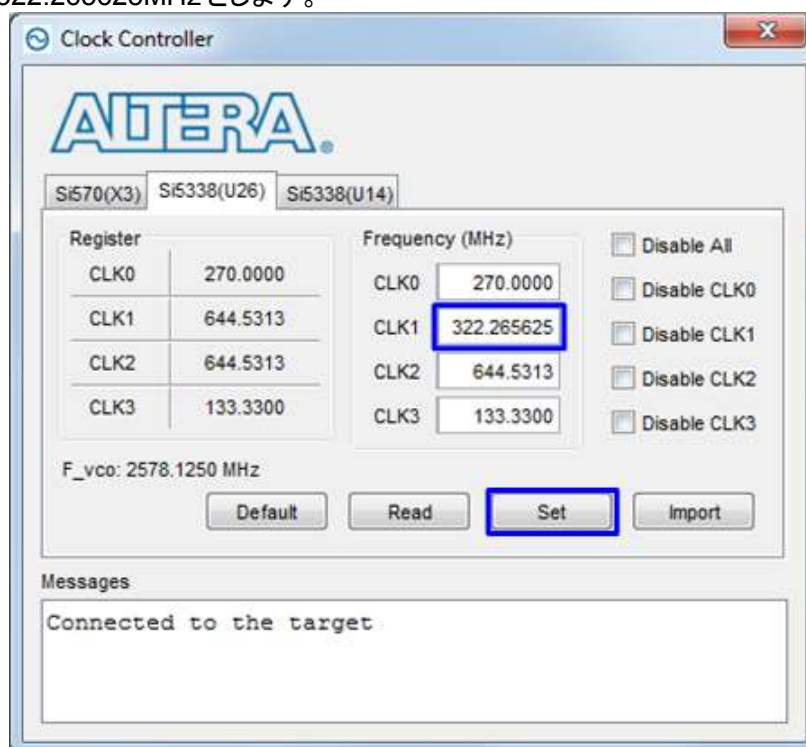

図 3-3:リファレンス・クロックの周波数設定
- 4) Arria10GX 評価キットのパッケージに含まれる“Clock Control”アプリケーションを起動します。そこで図 3-3 に示すように Si5338(U26)タブを選択し、CLK1 の値を“322.265625”にセットします。“Set”ボタンを押下し CLK1 の発振周波数を 322.265625MHz とします。